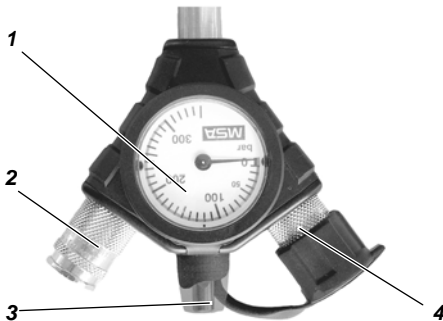

Bild 3 Kombimanometer
Am Ende des Mehrkammerschlauchs ist das Kombimanometer (siehe Bild 3) angeschlossen. Dieses besteht aus dem Manometer (1) selbst, der Kupplung für den Lungenautomaten (2) sowie einer akustischen Warneinrichtung (3) (Signalpfeife). Diese gibt beim Absinken des Flaschendrucks unter 55 ± 5 bar ein kontinuierliches Warnsignal ab. Der Zweitanschluss (4) dient zum Anschließen eines zweiten Lungenautomaten (z. B. Rettungsset).